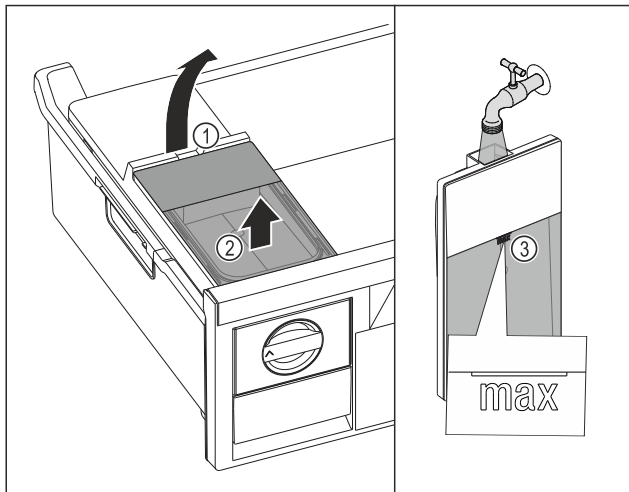

Fig. 98
- ▶ Ridicați rezervorul de apă de la degajare Fig. 98 (1).
- ▶ Scoateți rezervorul de apă în sus. Fig. 98 (2)
- ▶ Umpleți rezervorul de apă până la marcaj Fig. 98 (3) cu apă potabilă.